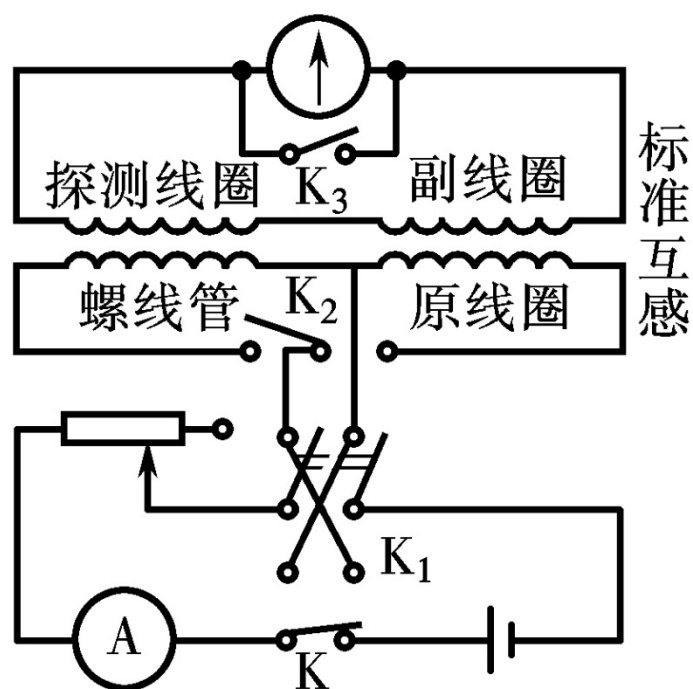

图 32-2 测磁感强度线路
- (1) 冲击电流计的结构原理和使用方法。
- (2) 冲击法测螺线管轴线磁场的原理。看懂图 32-2 所示电路原理，特别是图中各开关的作用及使用方法。
测量线路如图 32-2 所示。欲测螺线管轴线上某处之 B ，可将一匝数为 N ，线圈面积为 S 的小探测线圈置于该处，使线圈平面与磁感线垂直，并与冲击电流计组成闭合回路。以下为讨论方便计，各量均取其绝对值。利用图 32-2 中的反向开关 K_1 ，使螺线管中的电流突然反向，根据电磁感应定律，探测线圈中产生的感生电动势的大小
调节冲击电流计的望远镜及标尺零点。按图 32-2 接线。标准互感器接线柱 I 接原线圈，接线柱 II 接副线圈。